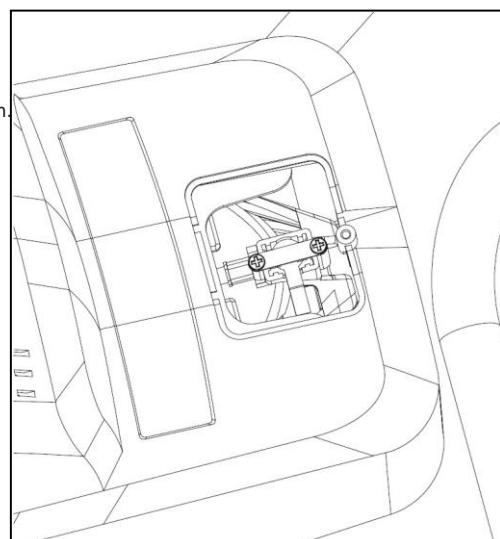

Fig. 6
- Dévissez la vis cruciforme du boîtier et ouvrez le couvercle du balai de charbon (Fig. 6).
- Dévissez les deux petites vis Phillips à l'intérieur (Fig. 6) pour retirer les balais de charbon.